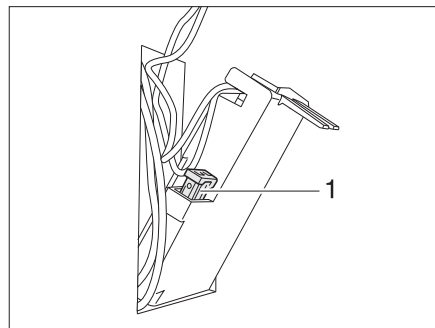

Fig. 102 Fusibile della toilette Thetford
- Sostituire il fusibile (Fig. 102,1).